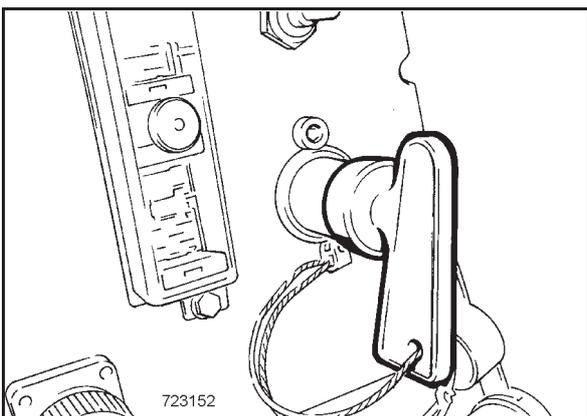

Bild 41
- Batterie-Hauptschalter (Bild 41) einschalten.